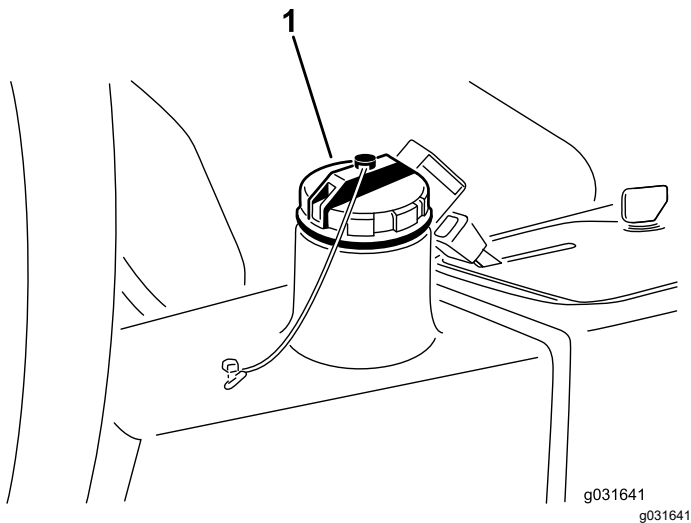

Figura 64
2. Limpie la zona alrededor del cuello de llenado y el tapón del depósito hidráulico (Figura 64).
3. Retire el tapón del depósito hidráulico (Figura 64).